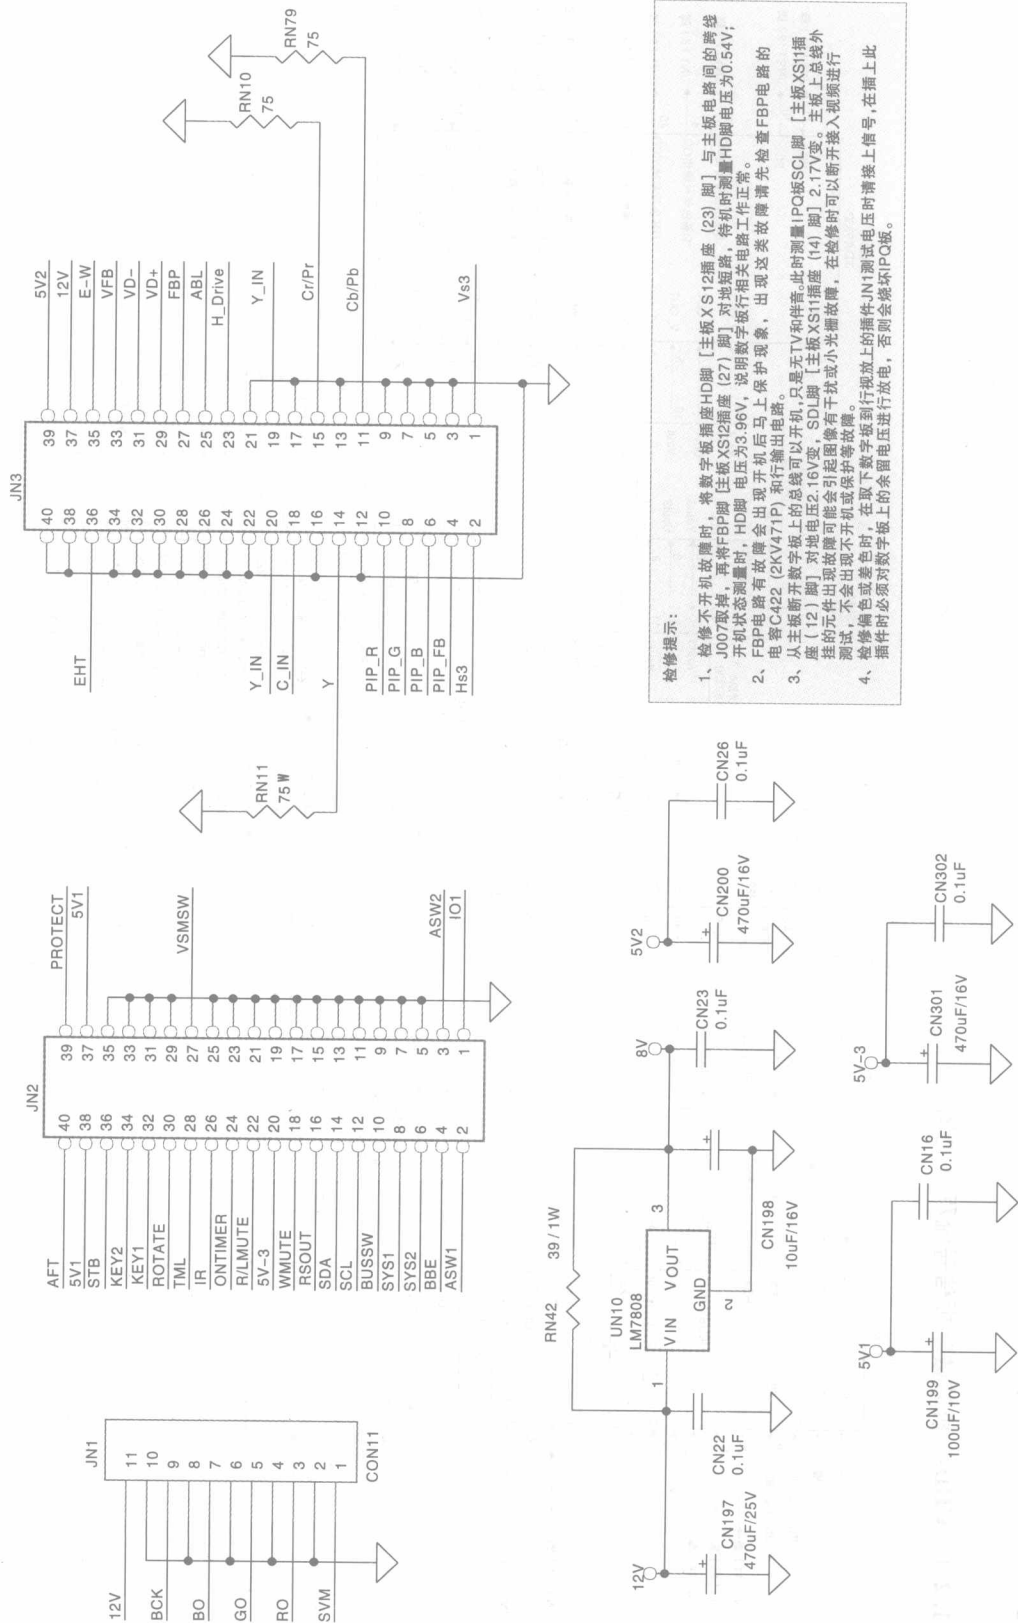

图 1-2 CHD-1 机芯数字板接口及供电电路原理图
1.2.2 CHD-1 机芯数字板电路图解 (见图 1-2 ~ 图 1-11)